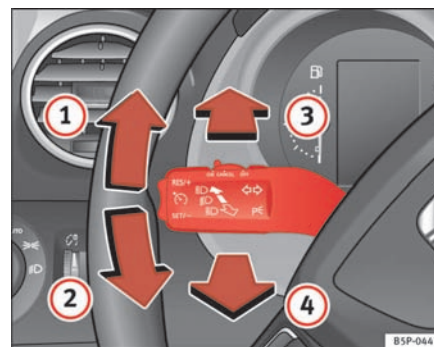

Fig. 78 Blink- og fjernlysarm
- Tryk armen helt op \Rightarrow fig. 78 $\textcircled{1}$ for at tænde **højre** blinklys, og tryk den helt ned $\textcircled{2}$ for at tænde **venstre** blinklys.
- Tryk armen fremad ⇒ side 117, fig. 78 ③ for at tænde fjernlyset.